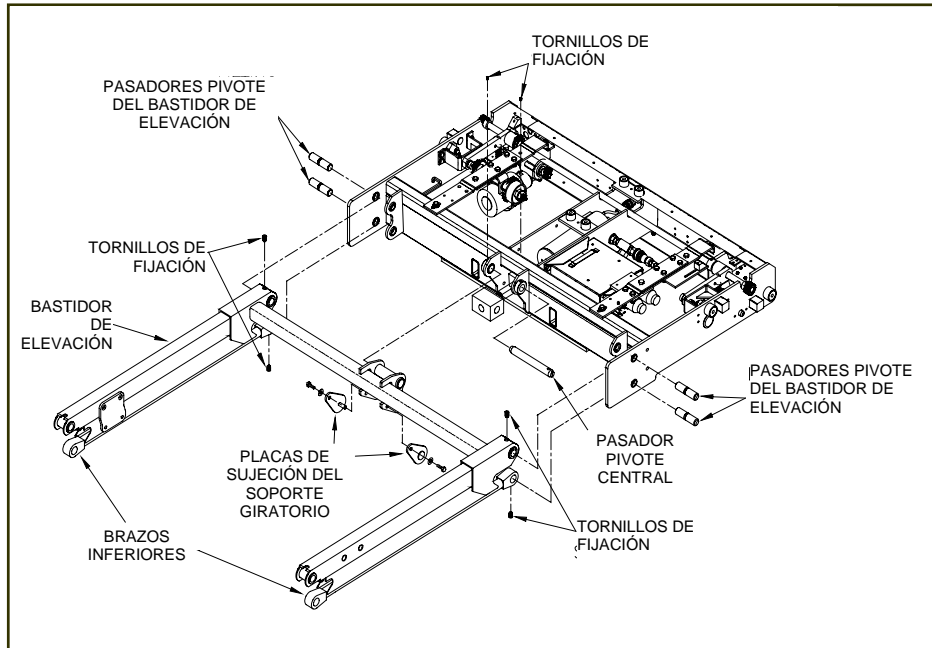

FIGURA 4-14: COMPONENTES DEL BASTIDOR DE ELEVACIÓN
- c. Consulte la **Figura 4-14**. Retire los cuatro tornillos de fijación que sujetan los pasadores pivote del bastidor de elevación. Retire los dos tornillos de fijación que sujetan el pasador pivote central.